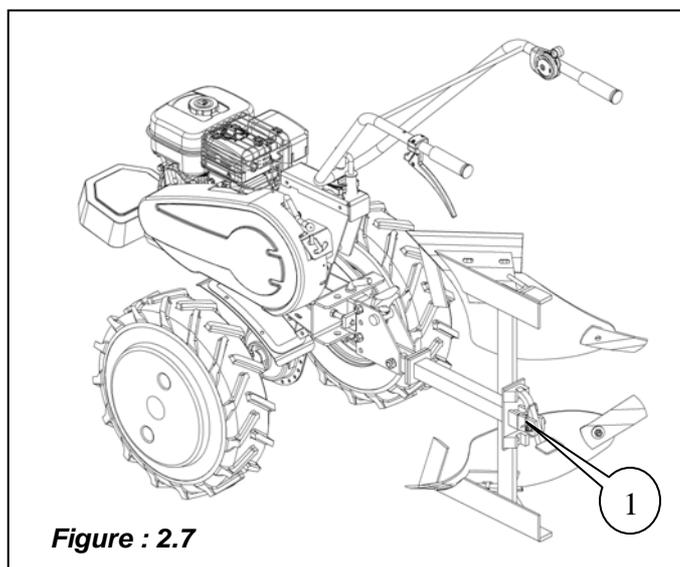

Figure : 2.7
Ensuite déverrouillez l'ensemble charrue en actionnant la manette (1) (figure 2.7). Enfin faites tourner l'ensemble jusqu'au verrouillage automatique dans la position voulue.